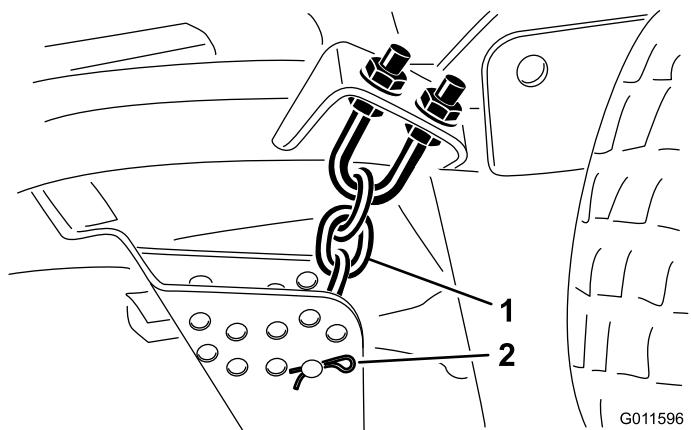

Figura 18
9. Togliete la coppia e il perno con testa che fissano le catene dell'altezza di taglio sul retro del piatto di taglio (Figura 18).